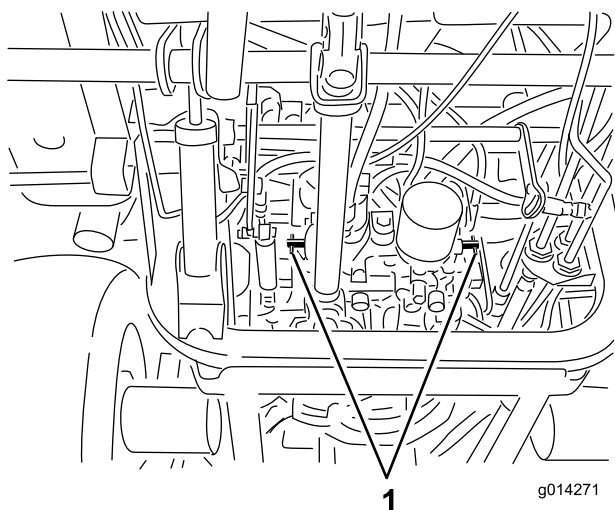

Figura 28
4. Girate ogni valvola di bypass di un giro in senso antiorario (Figura 28).
Girate ogni valvola di bypass di un giro in senso orario e serratela (a una coppia di 8 Nm circa) (Figura 28).